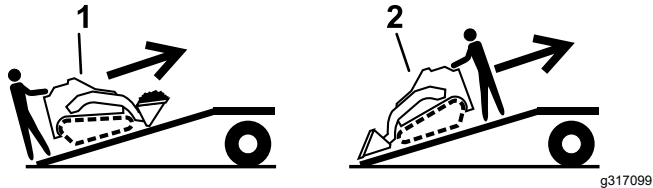

Figure 7
5. Placez toujours l'extrémité la plus lourde de la machine en haut de la rampe, la charge en bas, lorsque vous chargez la machine sur la remorque (Figure 7).